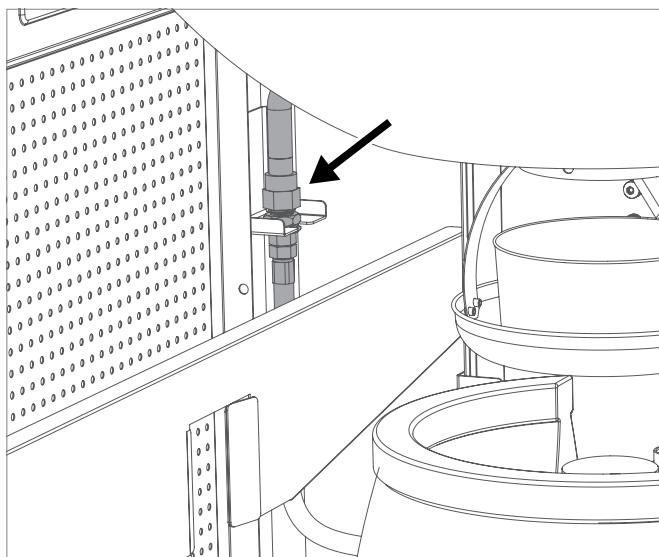

Fig. 2A
2. Deschideți alimentarea cu gaz de la butelie și aplicați cu peria, pe toate piesele prin care trece gazul (raccordul la butelia de gaz/regulatorul de presiune a gazului/furtunul de gaz/supapa de admisie a gazului/raccordul la supapă) o soluție de săpun lichid 50 % și apă 50 %. Puteți folosi, de asemenea, un spray de detectare a scurgerilor. (**consultați Fig. 2A și 2B**)